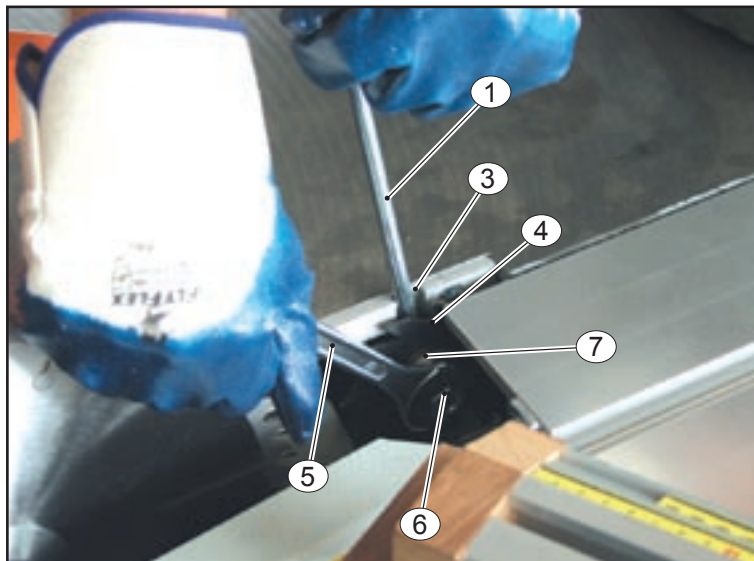

Fig. 5.7.4A
5.7.4 MONTAGGIO E SMONTAGGIO INCISORE FIG. 5.7.4A, 5.7.4B